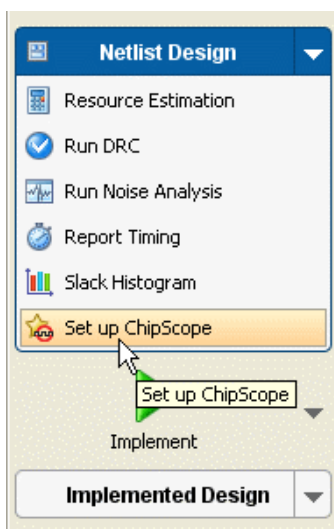

図 12-6 : Set up ChipScope ウィザードの起動
2. Flow Navigator で [Set up ChipScope] をクリックするか [Tools] → [Set up ChipScope] をクリックし、Set up ChipScope ウィザードを開きます。図 12-6 は、どこからウィザードを起動するかを示しています。